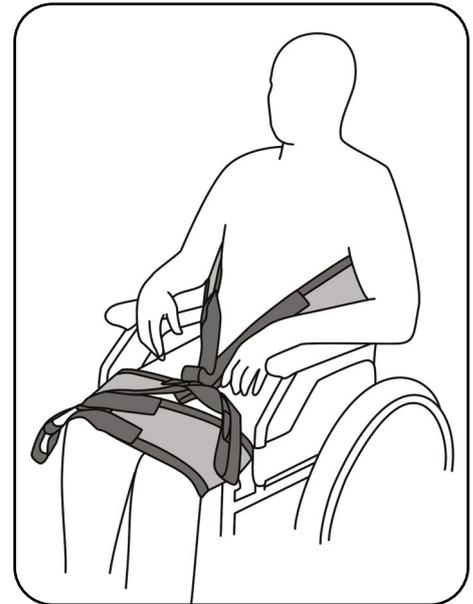

Abb. 8.2.04 – Liftergurt zwischen Patient und Sitzfläche positioniert
4. Schieben Sie den Liftergurt mit der Gurtoberkante bis auf Höhe des Achselbereichs (Abb. 8.2.04). Achten Sie dabei darauf, dass die Seite mit der Antirutschschicht zum Patientenkörper zeigt.
6. Führen Sie den Beingurt unter die Beine des Patienten hindurch, bis der Gurt mittig sitzt und legen Sie die Beinschlaufen auf die Oberschenkel des Patienten (Abb. 8.2.04).